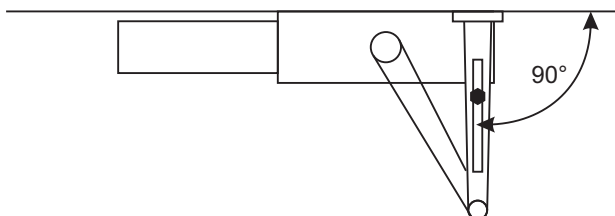

Рисунок 6
- Закрепите болтом из комплекта крепежа нерегулируемую часть рычага на теле доводчика. Далее закрепите тело доводчика шурупами (или винтами) из комплекта крепежа. Закрепите регулируемую часть рычага шурупами (или винтами) из комплекта. Выберите длину регулируемого рычага таким образом, чтобы после соединения, регулируемая часть была перпендикулярна дверной коробке и зафиксируйте рычаг винтом (рисунок 6). Зафиксируйте обе части рычага винтом.